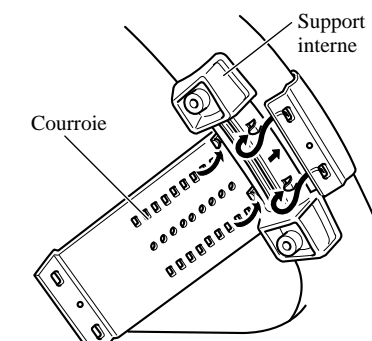

Fig. 15
1. Fixer le support interne à la circonférence intérieure du volant de direction avec la courroie. (Fig. 15)